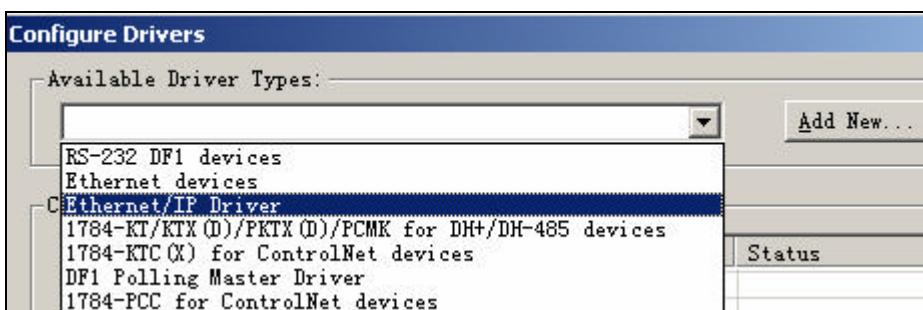

图 6-18 选择 Ethernet/IP 驱动
2) 单击 *Start*→*Programme*→*Rockwell Software*→*RSLinx*→*RSLinx*，启动 RSLinx。单击  图标，选择如下的驱动，如图 6-18 所示。